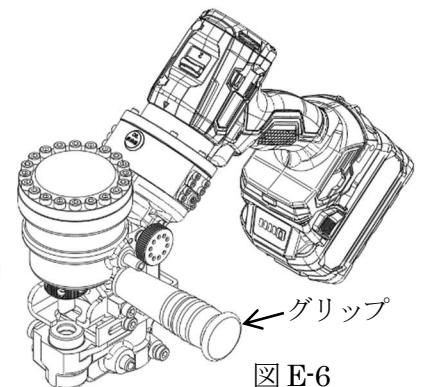

図 E-6
5. 手に持って使用する場合は、スタンドを外して、グリップを取付けます。（図 E-6）